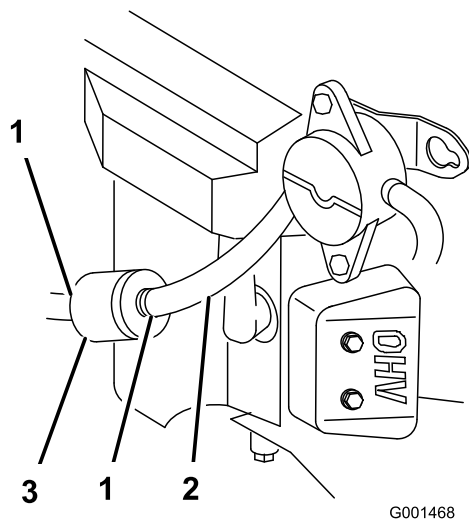

Figure 34
4. Pincez les extrémités des colliers et faites glisser ceux-ci pour les éloigner du filtre (Figure 34).